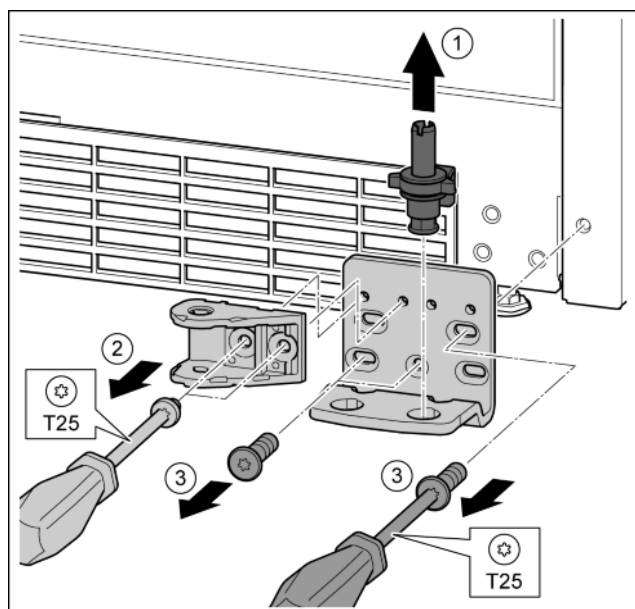

Fig. 31
- ▶ Kompletną płytkę zawiasu wyjąć w górę. Fig. 31 (1)
- ▶ Śruby wykręcić przy pomocy śrubokręta T25 i zdjąć połączenie amortyzatora zamykania. Fig. 31 (2)
- ▶ Śruby wykręcić przy pomocy śrubokręta T25 i zdjąć płytkę zawiasu. Fig. 31 (3)